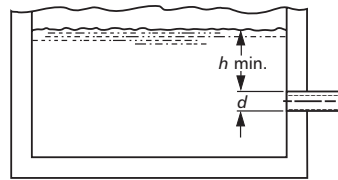

Figure 1
- 3.6. Le diamètre (d) et la hauteur d'immersion minimale (h min.) de l'entrée du tuyau d'aspiration doivent être suffisants pour empêcher l'aspiration d'air par vortex (v. fig. 1 à 4).